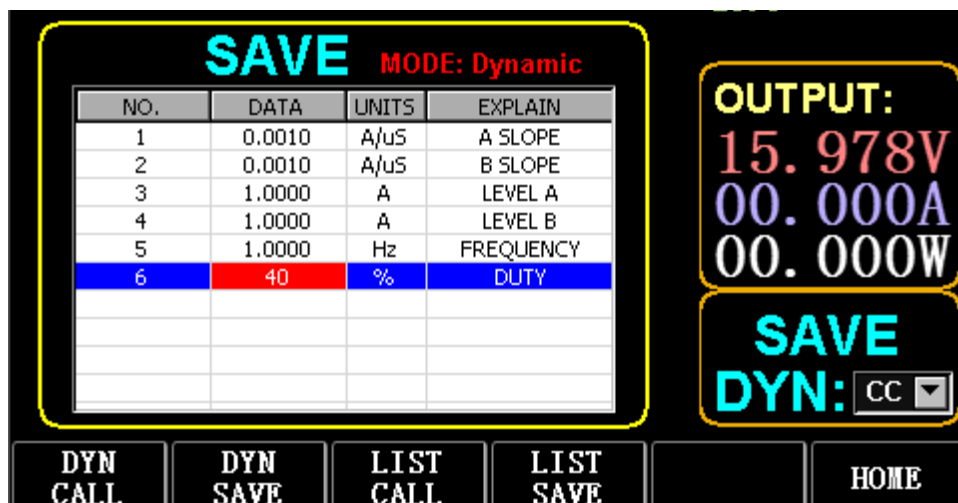

Fig. 3.1 DYN CC
Vælg (FS) Dynamic for at åbne brugergrænsefladen som vist i fig. 3.1.